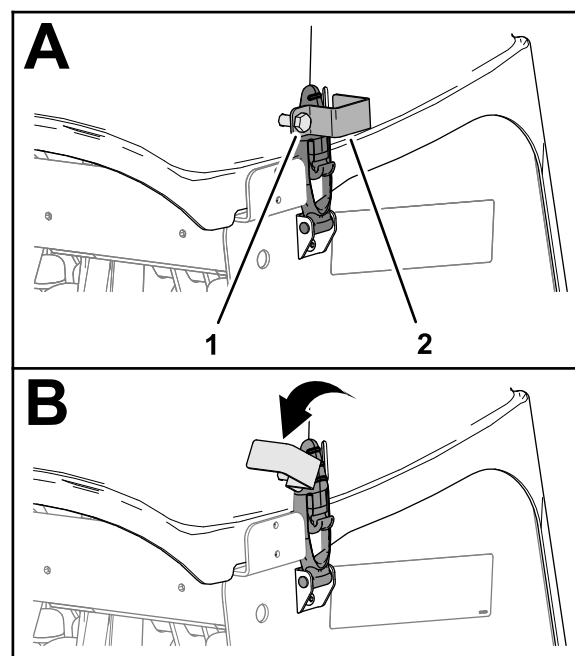

Figura 138
1. Dacă mâna dumneavoastră dispune de elemente de blocare CE, slăbiți urubul plăcii de blocare până când placa de blocare iese din fanta aflată în partea laterală a capului de carotaj (Figura 138).
2. Rotiți placa de blocare pentru a o scoate din elementul de fixare (Figura 138).